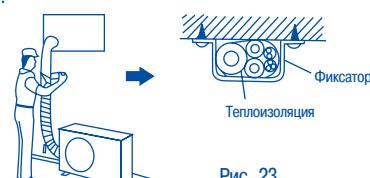

Рис. 23
(1) Соберите трубопроводы, дренажный шланг и кабель (если это допускается действующими стандартами) в жгут и оберните его белой декоративной лентой.
(2) Оберните лентой часть жгута, расположенную снаружи помещения, начиная от наружного блока (рис. 23).